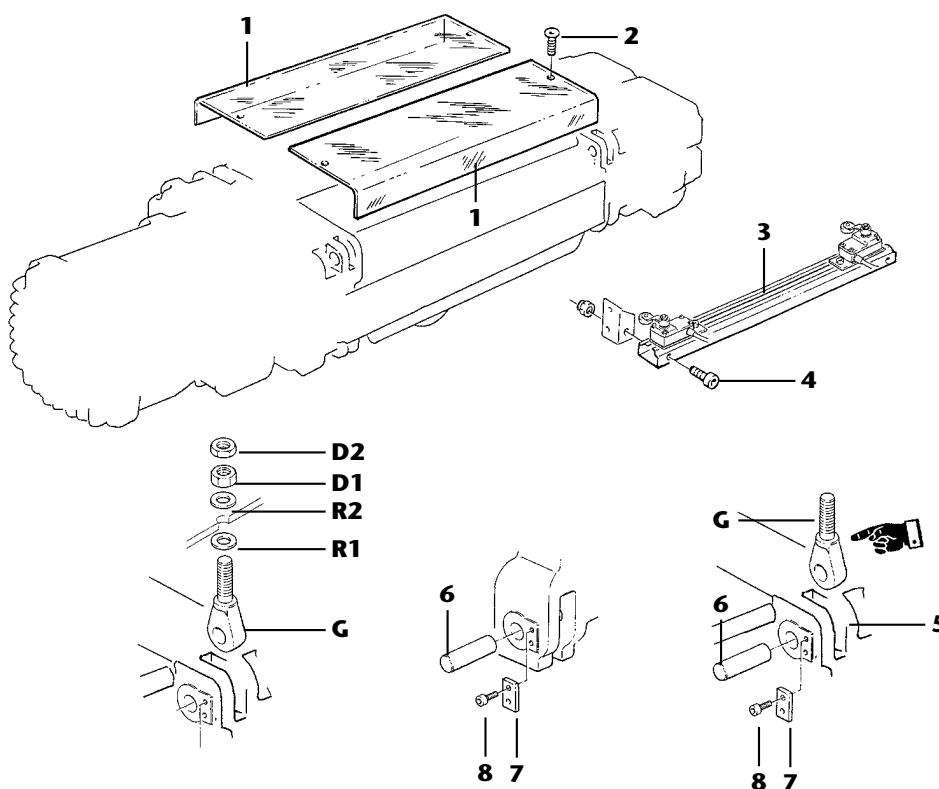

fig. 29
*Rimozione dei perni dalla zona inferiore e loro montaggio in quella superiore per consentire la sospensione del paranco (fig. 29):*